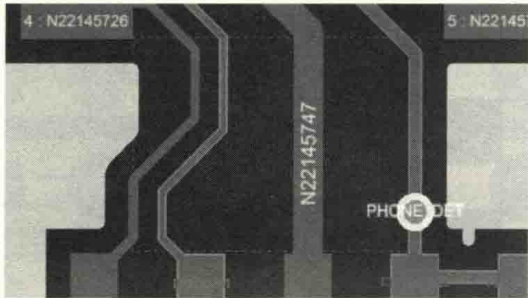

图 11-18 Cutout 移除孤铜
(2)通过放置 Cutout 把孤铜进行删除处理:执行菜单命令“Place-Polygon Pour Cutout”,进行放置,完成之后,对其覆盖的铜皮进行重新敷铜即可移除。此方法适用较局限,不能自动全局进行移除死铜,建议采用第一种。Cutout 移除孤铜如图 11-18 所示。